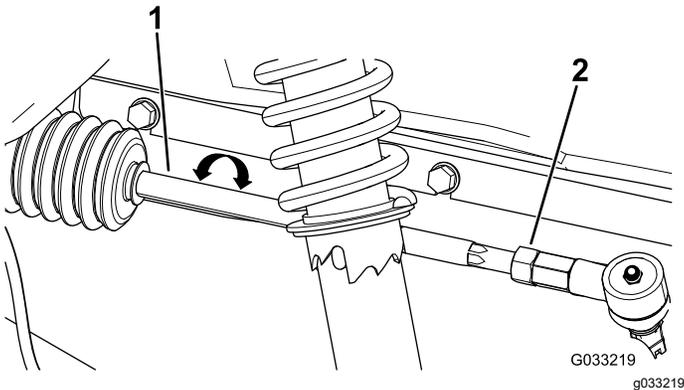

Figura 49
2. Si la distancia no es de entre 0 y 6 mm, afloje las contratuercas en el extremo exterior de las bielas (Figura 49).